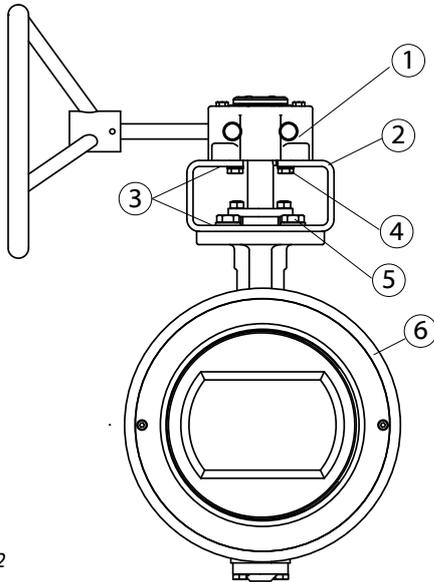

Bild.4-2
Bezugnehmend auf Bild 4-2 fur die Identifikation der Komponenten; beziehend auf die Armaturen Anleitung bzgl. der Anforderungen fur die ZU Position der Armatur.
Bezugnehmend auf (→ Bild 4-2)
2. Entfernen Sie die 4 Halteschrauben (→ Fig.4-2/4) und Unterlegscheiben (→ Fig.4-2/3).